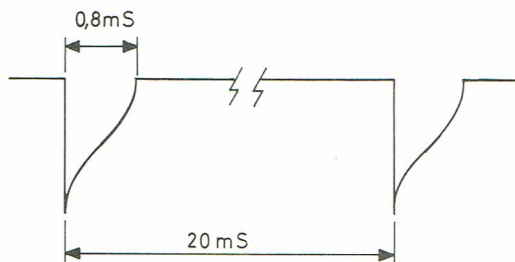

FIG. 1
- Observer l'oscillogramme obtenu (fig. 1) et régler R 602 pour un temps de retour de 0,8 mS.